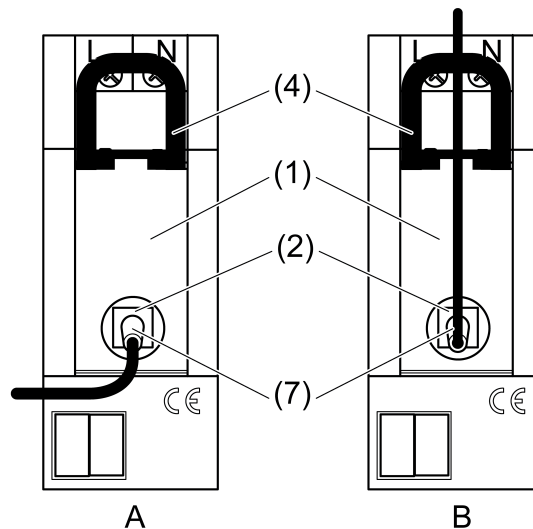

Figure 4
- Insérer la prise mâle de l'antenne (7) dans la prise femelle SMB (2) du récepteur radio (1) (figure 4).
- Débloquer le système de blocage noir (4) en le tirant vers le haut à l'extrémité de la boucle et retirer le système de blocage (figure 4).
- Insérer la prise mâle de l'antenne (7) dans la prise femelle SMB (2).